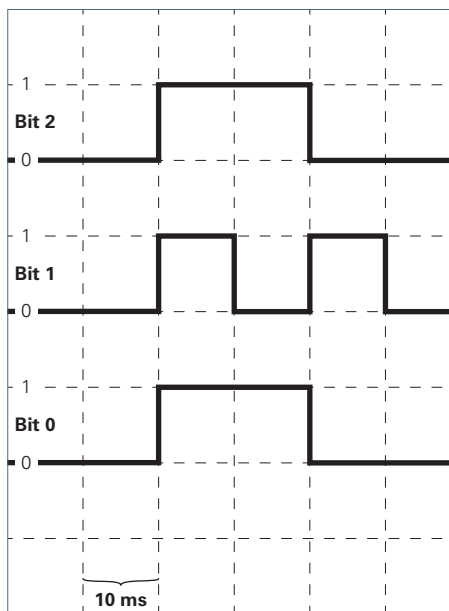

Fig. 7: Séquence de bits pour désactiver le mode de fonctionnement « mode combiné BLANC+RGB ».
- Pour la désactivation, envoyez la séquence de bits au câble de raccordement avec les luminaires blancs et le luminaire RGB, voir Fig. 7.